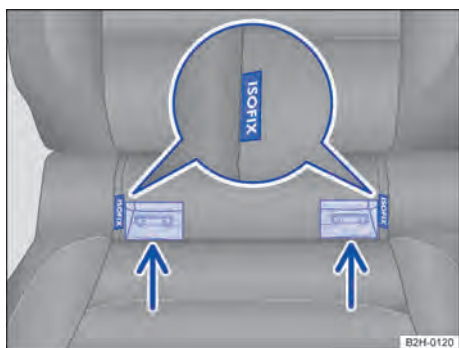

Fig. 75 No banco do veículo: identificação dos pontos de ancoragem inferiores para cadeiras de criança.
Dois olhais de retenção para cada cadeira, os chamados pontos de ancoragem, encontram-se entre o encosto e o banco nos assentos laterais do banco traseiro → Fig. 75.
- Colocar a cadeira de criança nos olhais de retenção no sentido das setas → Fig. 75. As aberturas de introdução encontram-se perpendicularmente ao lado da inscrição ISOFIX. A cadeira de criança deve engatar de modo seguro e audível (clique).
- Posicionar a cadeira de criança sobre a superfície do banco e prender os ganchos dos cintos de fixação nos olhais de fixação → Fig. 75, desde que os cintos de fixação tenham sido fornecidos juntamente com a cadeira de criança.